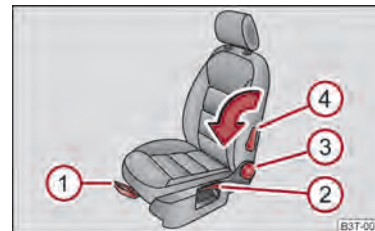

Abb. 56 Bedienelemente am Sitz
- Ziehen Sie den Hebel ① ⇒ Abb. 56 nach oben und schieben Sie dabei den Sitz in die gewünschte Position.
- Lassen Sie den Hebel ① los und verschieben Sie den Sitz soweit, bis die Verriegelung hörbar einrastet.